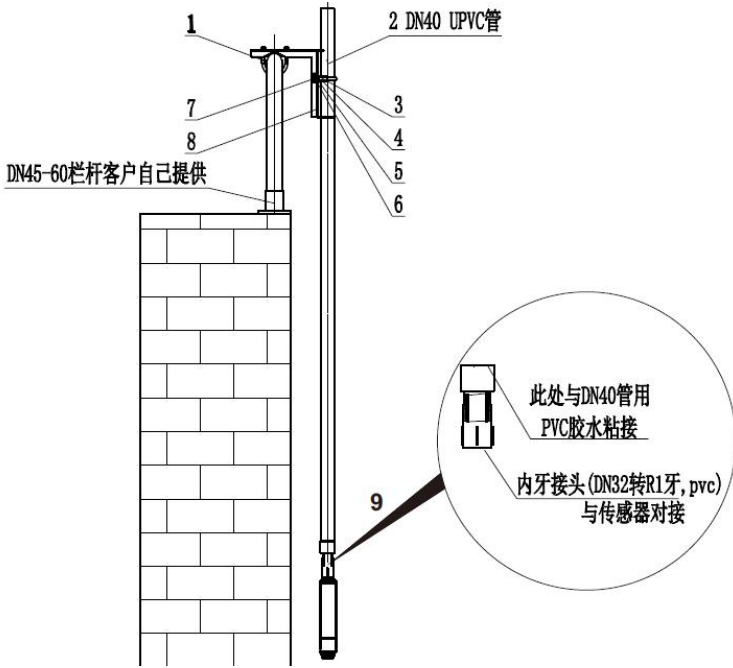

图 4 常见安装方式示意图
常见的安装方式示意图如图 4 所示：
- 3.将 2（DN40 管），通过 4（DN42 U 型管夹）固定于 8（安装板）上，如图 4。